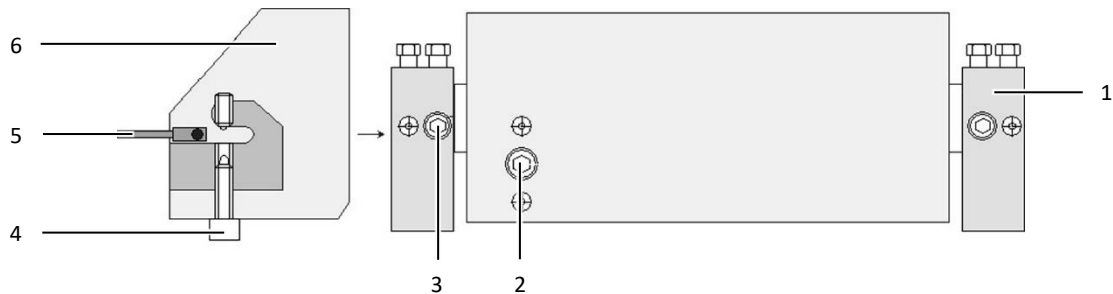
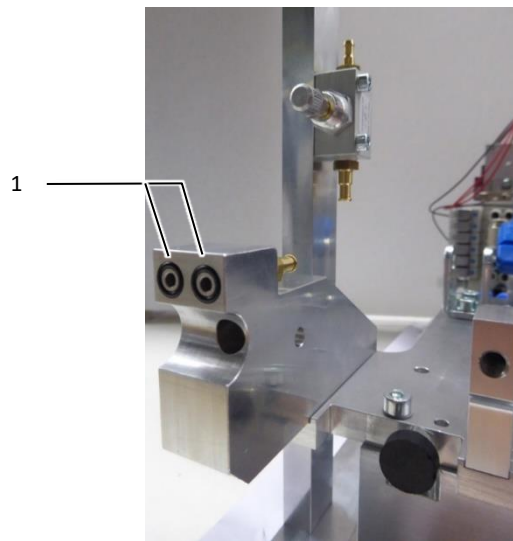

Imagen 11: Herramienta en posición inicio
Imagen 12: Anillos O en la pieza de fijación
- Herramienta (imagen 11, pos. 6) en posición de inicio.
- Aflojar aprox. 5 vueltas el tornillo de apriete (imagen 11, pos. 2).
- Desatornillar los tornillos de fijación (imagen 11, pos. 3) y extraer la herramienta.
- Comprobar la posición de los cuatro anillos O (imagen 12, pos. 1) en la pieza de fijación (imagen 11, pos. 1).